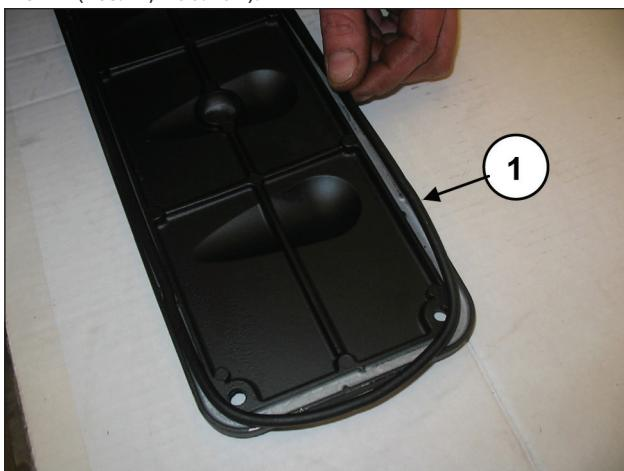
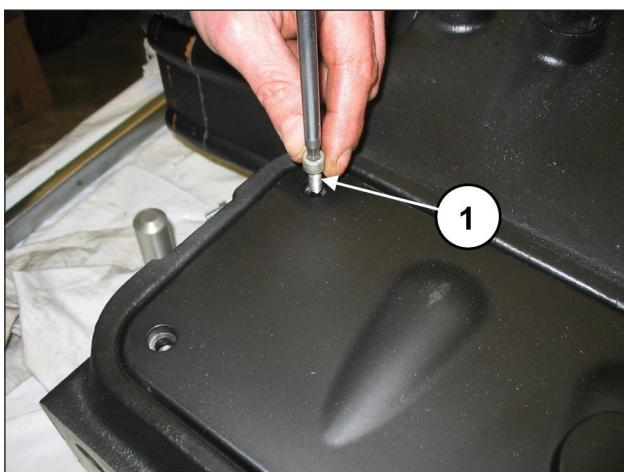

Abb. 190
Abb. 191
Setzen Sie auf die Inspektionsdeckel den O-Ring (Pos. ①, Abb. 190) und montieren Sie die Deckel mit 4+4 Schrauben M6x14 (Pos. ①, Abb. 191).